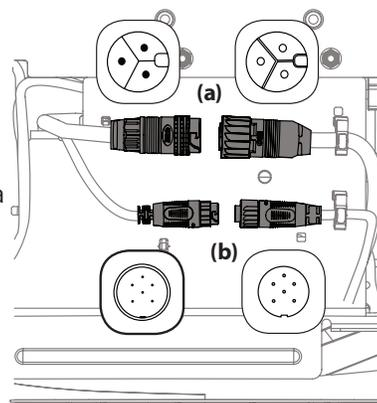

Figure 21
3. Débranchez les adaptateurs placés sur le dessous du tracteur. Tournez le loquet des connecteurs un quart de tour vers la gauche et débranchez les connecteurs. Voir Figure 21.